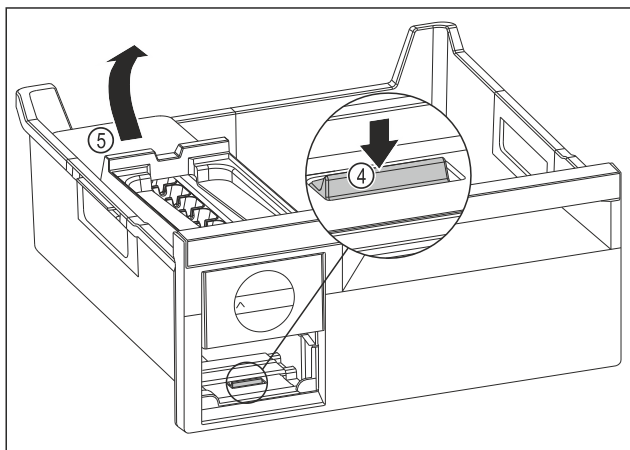

Fig. 183
- ▶ Изваждане на корпуса на EasyTwist-Ice: Натиснете езичето Fig. 183 (4) с пръст надолу и едновременно с това с другата ръка повдигнете корпуса на EasyTwist-Ice Fig. 183 (5) отзад.